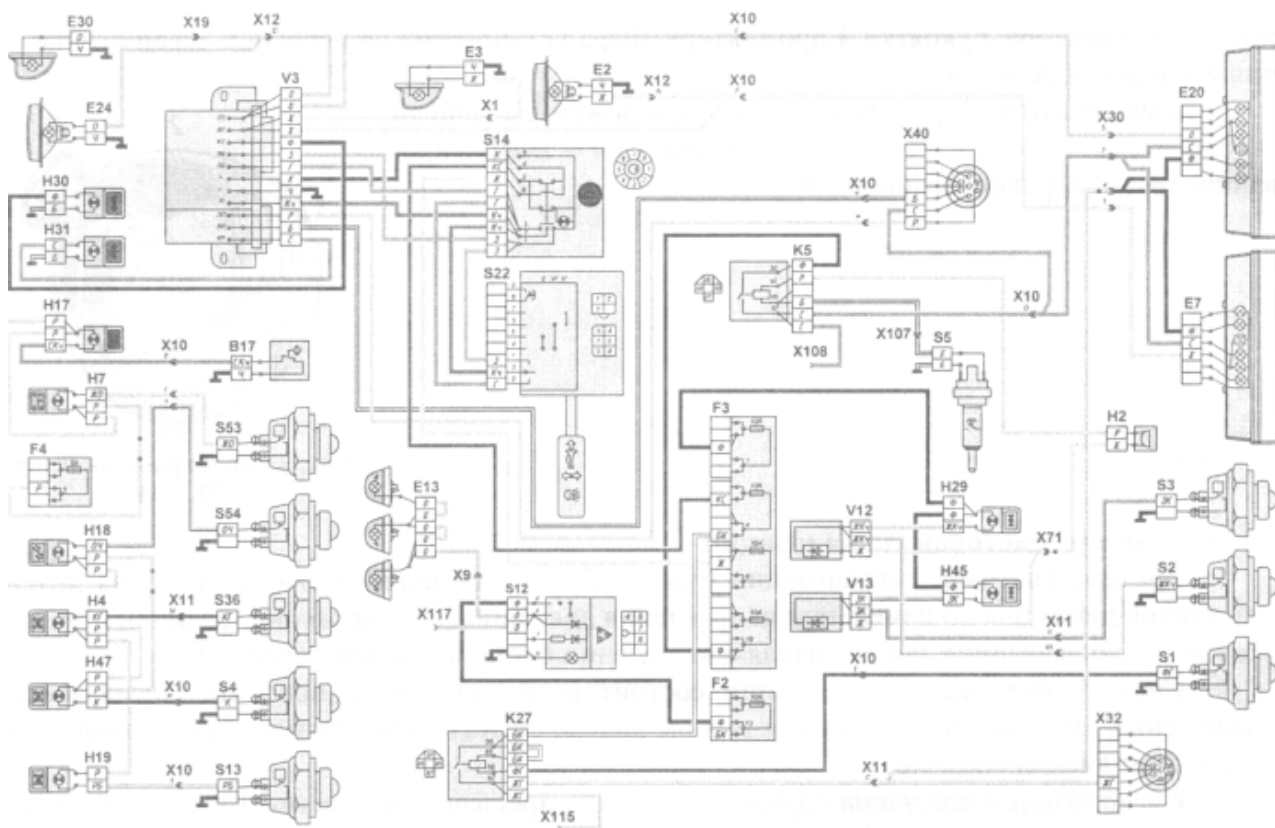

Рис. 7.125. Система световой сигнализации
Система световой сигнализации (рис. 7.125) предназначена для оповещения других участников движения об изменении направления движения, о торможении, наличии прицепа, а также для информирования водителя о включении блокировки дифференциалов.
Основными элементами сигнализации поворота являются (рис. 7.125):
Включение режима аварийной сигнализации осуществляется выключателем аварийной сигнализации *S14* (см. рис. 7.125). При этом к прерывателю подключаются сигнальные лампы обоих бортов автомобиля и прицепа одновременно, минуя выключатель приборов и стартера и переключатель указателей поворота.
**Сигнализация движения задним ходом** предупреждает других водителей о том, что в коробке передач включена передача заднего хода и автомобиль движется или готовится к движению задним ходом. К ней относятся: фонарь заднего хода *2112.3711-01* (см. рис. 7.125 поз. *E10*), установленный под задним левым фонарем, и выключатель фонаря заднего хода *ВК403Б S1*, установленный в коробке передач. Устройство фонаря аналогично ранее рассмотренным, в фонаре применяется рассеиватель белого цвета и лампа *A24-21*. Автомобиль может оборудоваться фарой заднего хода *E8*, предназначенной, кроме
**Сигнализация автопоезда** предназначена для информирования других участников движения о приближении длинномерного транспортного средства. К ней относятся: 3 фонаря автопоезда УП101-В (см. рис. 7.125 поз. *E13*), установленные на крыше кабины, и выключатель фонарей автопоезда 3812.3710-02.38 *S12*, расположенный на панели щитка приборов (см. рис. 6.8). Устройство фонаря аналогично устройству бокового повторителя указателей поворота (см. рис. 7.126).
Сигнализация блокировки дифференциалов включает в себя: выключатели сигнализаторов блокировки межколесных дифференциалов *S2*, *S3* (см. рис. 7.125), выключатель сигнализатора блокировки межосевого дифференциала *S4*, сигнализаторы в блоке *H3*. Совместно с данной системой работает звуковой реле-сигнализатор *H2* и диоды с защитным корпусом *V12*, *V13*.
На рис. 7.125 показана цепь включения блокировки межколесного дифференциала, для этого используется выключатель *S17*, расположенный на панели выключателей (см. рис. 6.8, поз. 14) и электромагнитный клапан *Y1*, расположенный в левом лонжероне рамы.